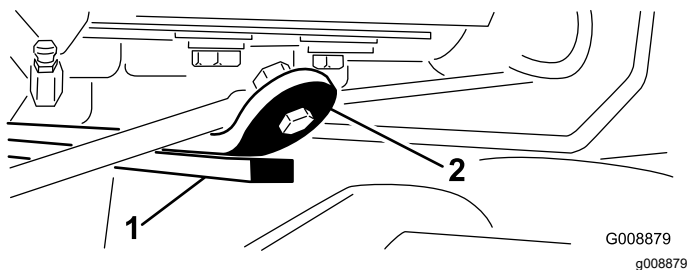

Figura 14
3. Avviate il motore, sollevate gli apparati di taglio e verificate che il gioco tra la cinghia di usura sopra la barra di usura dell'apparato di taglio posteriore e la cinghia paracolpi sia di 0,51–2,54 mm (Figura 14).